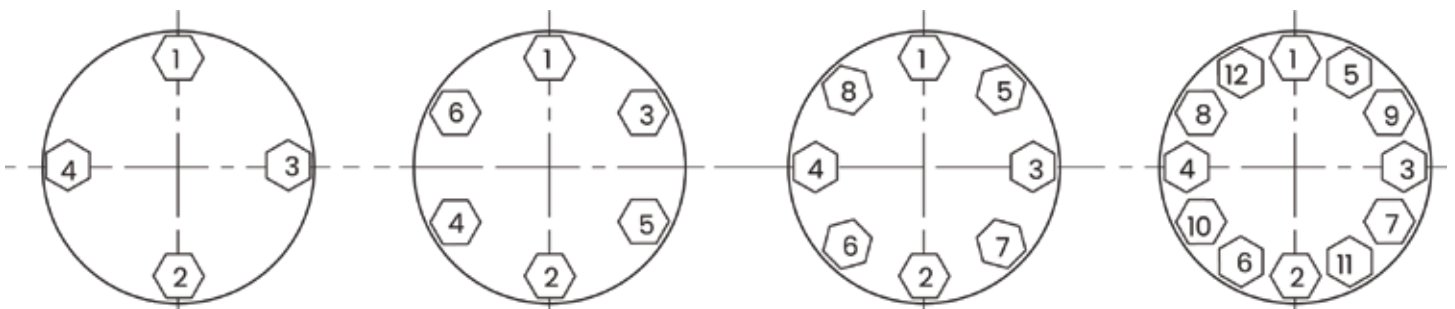

Figura 6 - Par de torsión de atornillado y secuencia de apriete
Apriete las tuercas (10) hasta que se obtenga contacto de metal a metal con el par de torsión de perno adecuada. Consulte la Figura 6 - Tablas de pares en página 18 para conocer el par de torsión del perno y las especificaciones de la secuencia de apriete.
- G. Inserte el empaque (6) [y el anillo de cierre hidráulico (7) en válvulas equipadas con conexión de lubricador opcional]. Consulte la Sección 7.6 para obtener el procedimiento de ensamblaje de empaque adecuado para diseños estándar u opcionales.
- H. Instale el casquillo de empaque (5) y la brida de empaque (4).
- I. Instale las tuercas de los espárragos de la brida del empaque (3)
Se debe tener cuidado para asegurarse de que la jaula, el asiento y el casquete estén correctamente alineados en el cuerpo. La jaula debe instalarse con piezas en el extremo inferior, cerca del anillo del asiento. Apriete las tuercas (10) hasta que se obtenga contacto de metal a metal con el par de torsión de perno adecuada. Consulte la Figura 6 y las Tablas de pares en página 18 para conocer el par de torsión del perno y las especificaciones de la secuencia de apriete.
- G. Empaquetado de inserción (6) [y anillo de cierre (7) en la válvula equipada con un lubricador opcional o conexión de detección de fugas]. Consulte la Sección 7.6 para obtener el procedimiento de ensamblaje de empaque adecuado para diseños estándar u opcionales.
- I. Instale las tuercas del perno de la brida de empaque (3).